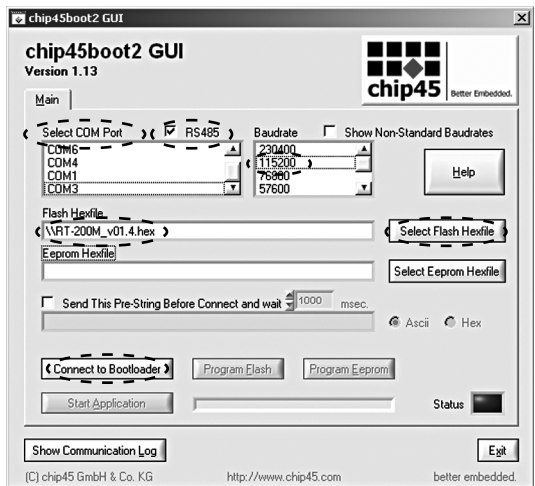

Рис. 25.
4. Запустить программное обеспечение «**Chip45boot2 GUI V1.12**», Рис. 25;
6. Нажать кнопку «**Select Flash Hexfiles**», и выбрать файл микропрограммы последней версии регулятора температуры: PTM-2000_vX.X.hex*, Рис. 25
7. Нажать кнопку «**Connect to Bootloader**», Рисунок 25;